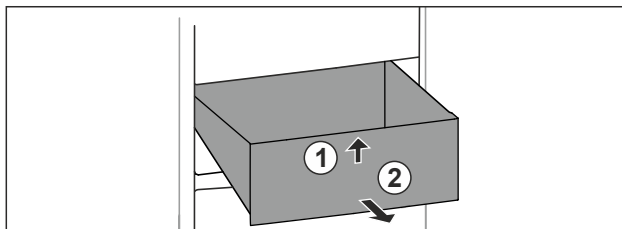

Fig. 69
- ▶ Nadvihnite zásuvku vpredu. Fig. 69 (1)
- ▶ Odoberte zásuvku dopredu. Fig. 69 (2)